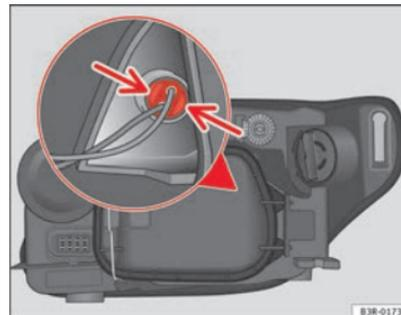

Fig. 197 Feu de position (côté extérieur véhicule) ▶
- Pressez légèrement les languettes du support d'ampoules ⇒ page 280, fig. 197 et tirez vers le couvercle (il peut également s'extraire en tirant sur les câbles du support d'ampoules).